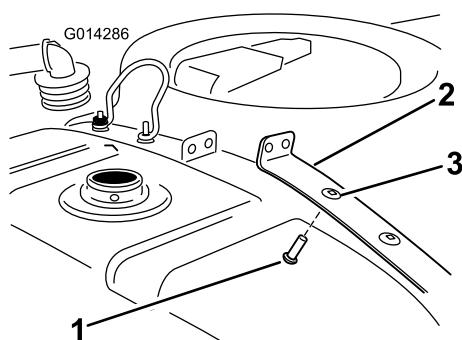

图8
- 将托架螺栓安装到药缸右后箍带（图8）的内侧孔中。药缸左后箍带上的托架螺栓应穿过水箱限位金属环的孔。